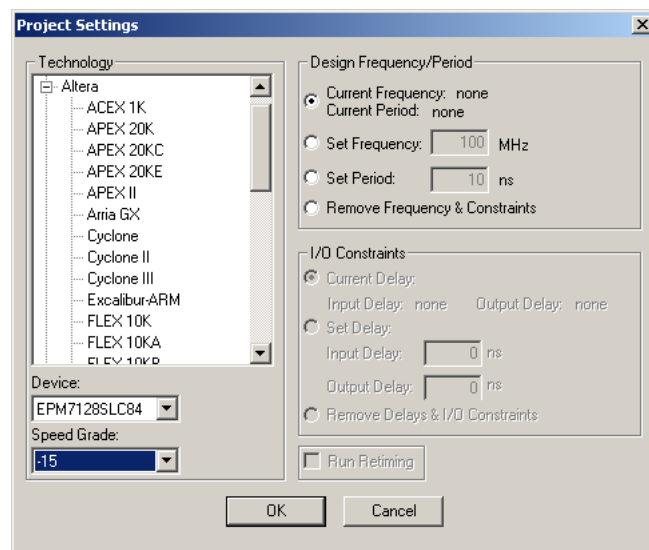

Figure 3- 3 : Sélection de la cible
2. cliquez sur l'icône Setup Design la figure 3- 3 apparaît